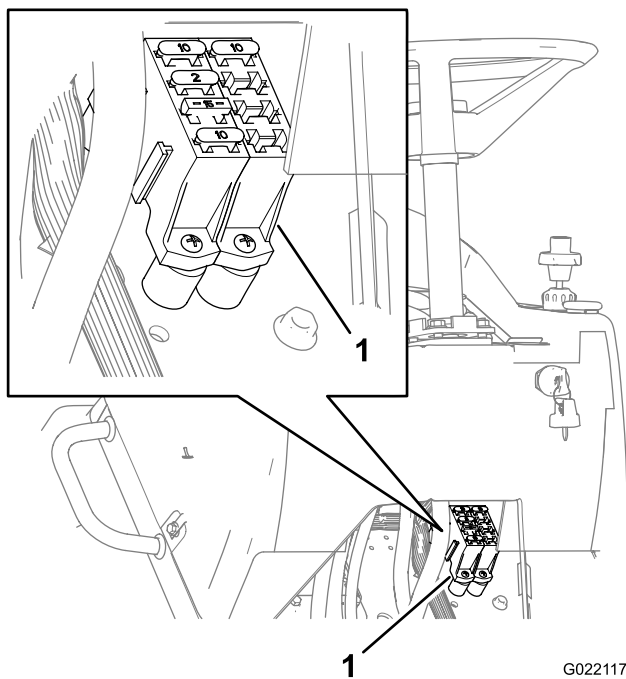

Рисунок 59
3. Замените разомкнутый (перегоревший) предохранитель в блоке предохранителей новым плавким предохранителем, эквивалентным по номинальной силе тока (Рисунок 59).